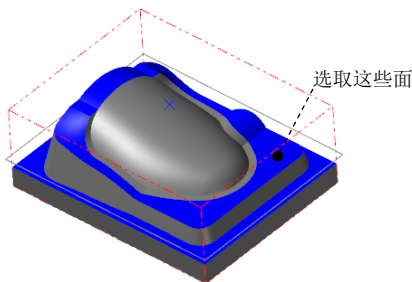

图 17.29 选取干涉曲面
(2) 选取干涉曲面。单击 **检测** 区域中的  按钮，然后选取图 17.29 所示的面（共 13 个），单击“标准选择”工具栏中的  按钮，完成加工区域的设置，系统返回至“刀具路径的曲面选取”对话框。